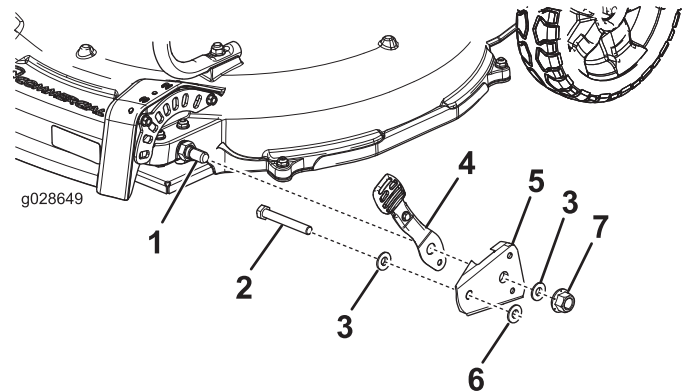

Figura 2
3. Retire el espaciador de rueda, el brazo de pivote delantero, el brazo del muelle, el perno (3/8 x 2-3/4 pulgadas) y las 2 arandelas Belleville (Figura 2).